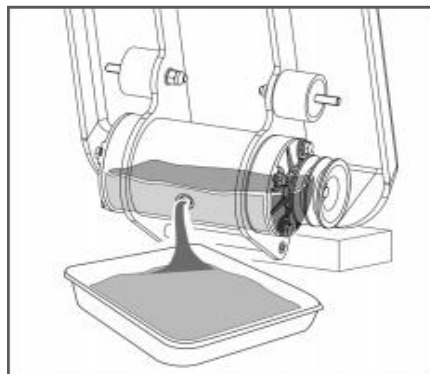

Рис.9
**ПРИМЕЧАНИЕ!** С завода виброплита поставляется с вибратором, заправленным маслом. В вибратор заливается моторное масло 10W -30. При замене масла вибратора нужно вытащить сливную пробку в нижней правой части вибратора и просто дать маслу стечь. Обратите внимание, что масло будет стекать легче, пока оно горячее. Заменить масло 200 - ми мл моторного масла 10W -30. Первая замена масла в вибраторе должна быть через первые 50 часов работы виброплиты, последующие замены масла в вибраторе через каждые 100 часов работы виброплиты. (Рис. 9)